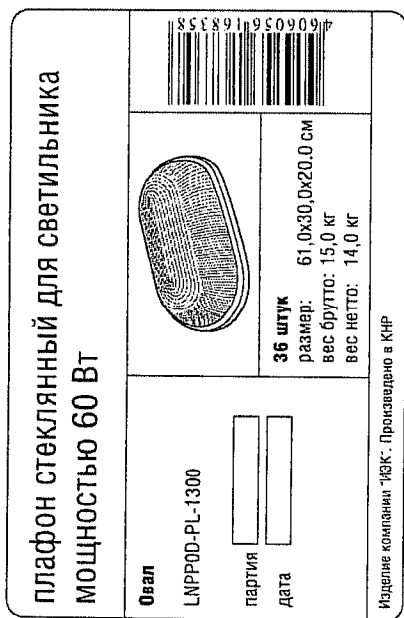

Рис.2
6.1.2 Стикер на транспортную упаковку выполняется в один цвет. Все символы должны быть хорошо пропечатаны и разборчивы, штрих-код должен считываться сканером штрих-кода. Дизайн стикера в приложении А .Рис. 2 Стикер ровно наклеивается на переднюю и боковую сторону транспортной упаковки. Приложение А. Рис.3